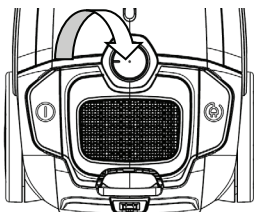

Fig. 5
Ajuste la potencia de succión de la aspiradora: Gire el botón de control de succión (13) (Fig 5).